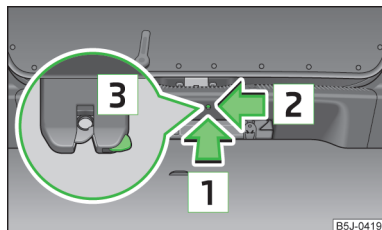

Fig. 37
- Introdurre un cacciavite o un attrezzo simile nell'apertura del rivestimento nel senso indicato dalla freccia  » fig. 37 fino all'arresto.